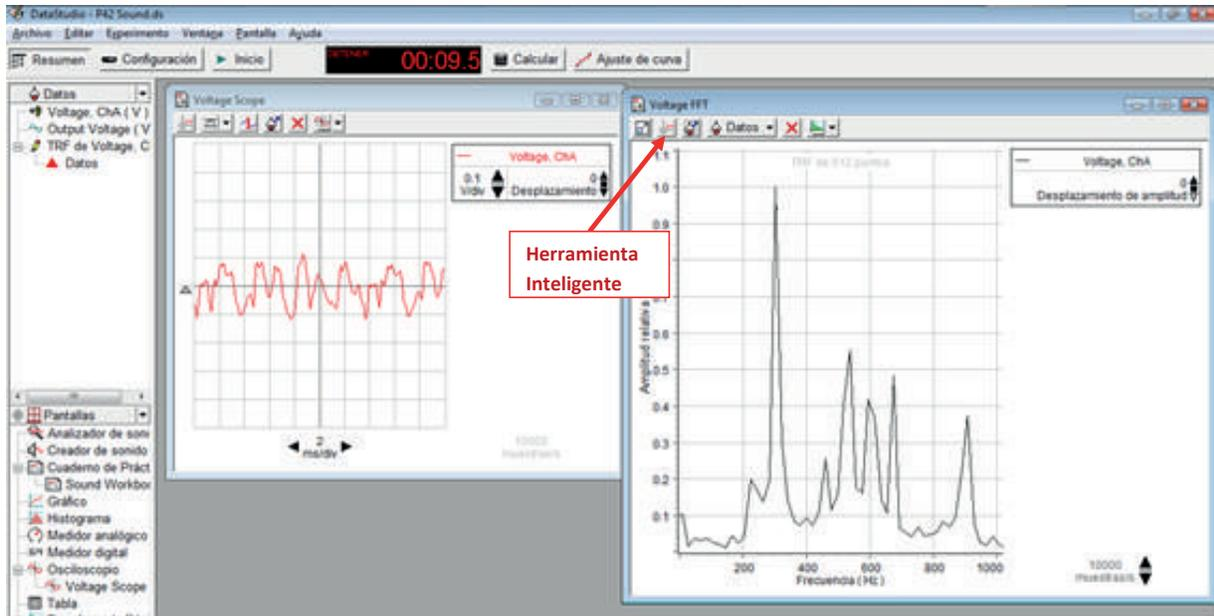

Figura 10.10. Ubicación "Herramienta inteligente"
- j) En la pantalla "Voltage FFT", utilice la "Herramienta inteligente" pulsando el botón señalado en la figura 10.10, para obtener la frecuencia fundamental, posicionando el cursor en la cresta más alta de la gráfica.